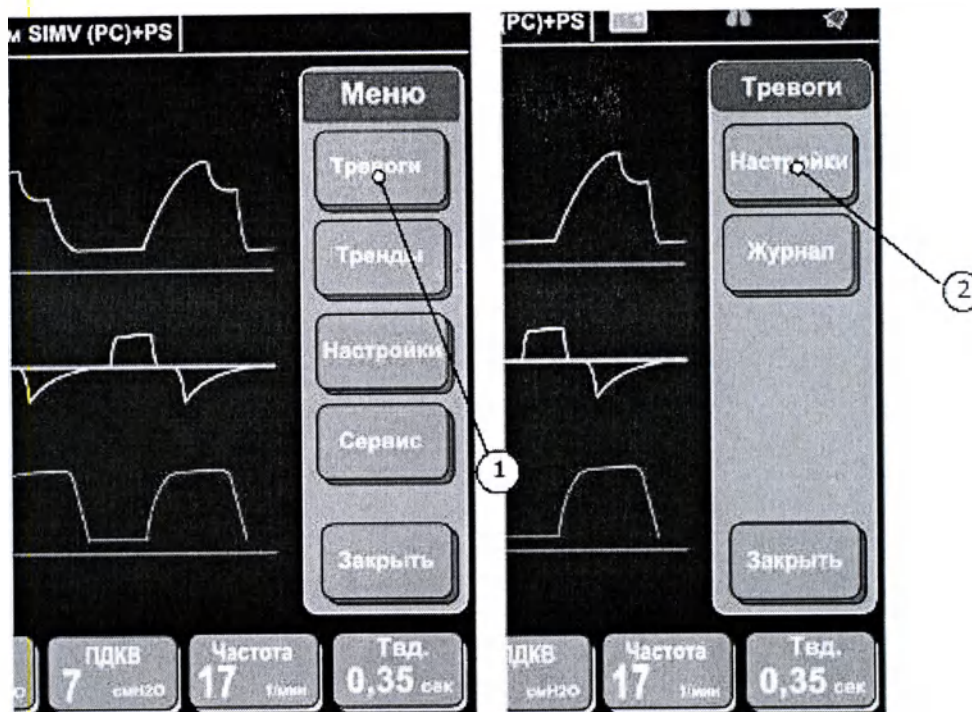

Рисунок 2.3.6
Выберите «Настройки» (2) в открывшемся меню тревог (рисунок 2.3.6).